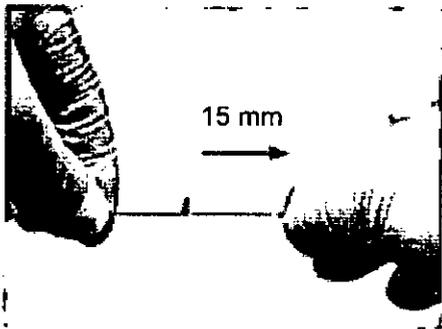

Figura 64
8. Retraiga el microelectrodo 15 mm (Figura 64)